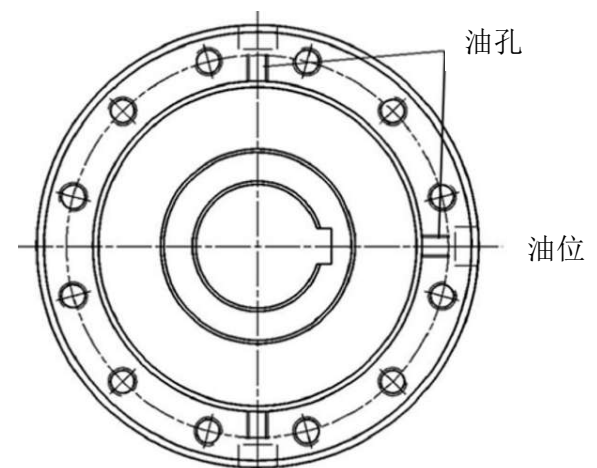

图 4
- 在有可能出现高温（环境温度超过 45°C ）的应用中，应该往单向离合器里面只加注一半的润滑油。旋转单向离合器的外环，使一个油孔处于水平位置，另一个油孔处于垂直位置（如图 4）。